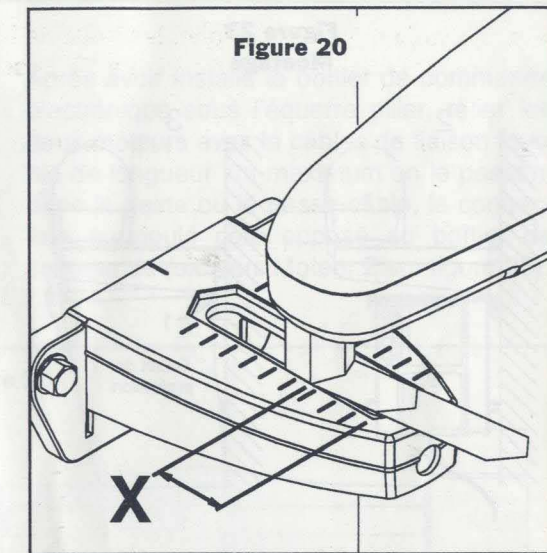

Figure 20
- Repérer par rapport à l'empreinte de la fente de l'équerre et l'axe hexagonal du moteur, la mesure X (figure 20).